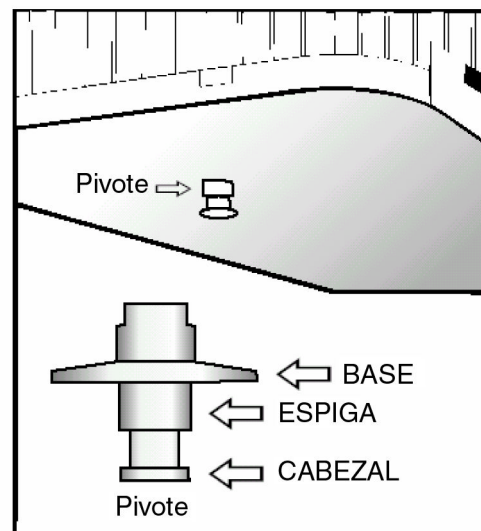

Figura 6.8
- Las horquillas deben cerrarse alrededor de la espiga, no del cabezal del pivote. *Ver la figura 6.8.*